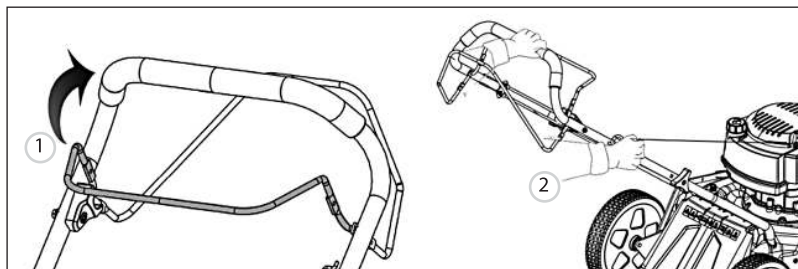

Рис. 11
3. Для ручного запуска нажмите ручку управления тормозом 1 (рис. 11), медленно вытащите шнур ручного стартера, пока не почувствуете сопротивление, а затем быстро потяните его 2 (рис. 11). Повторите данный процесс несколько раз до запуска двигателя. После запуска двигателя медленно верните его на направляющий болт троса.